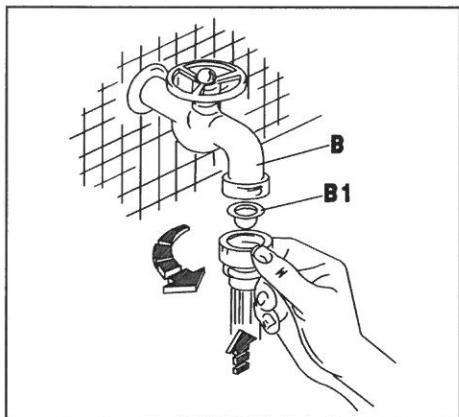
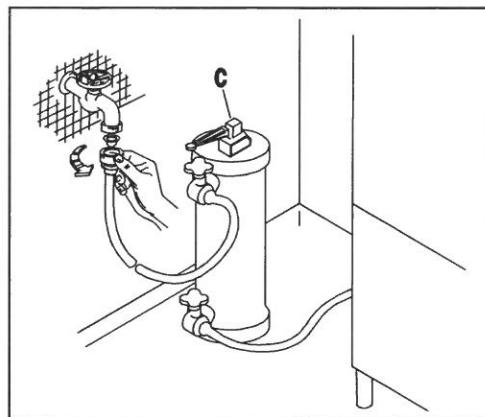
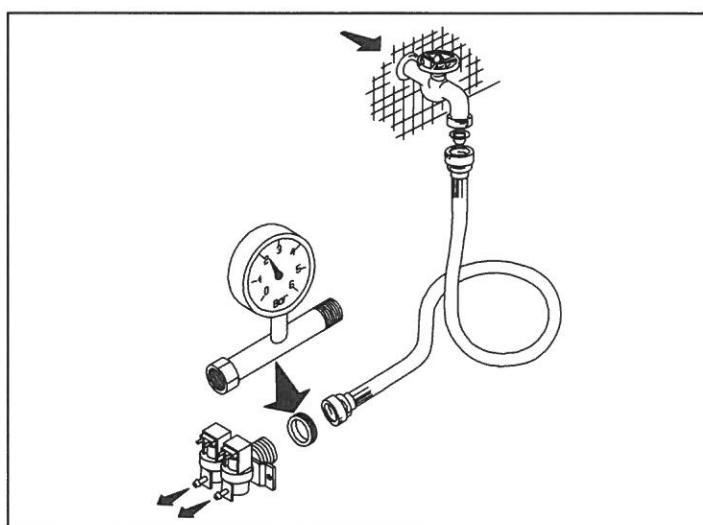
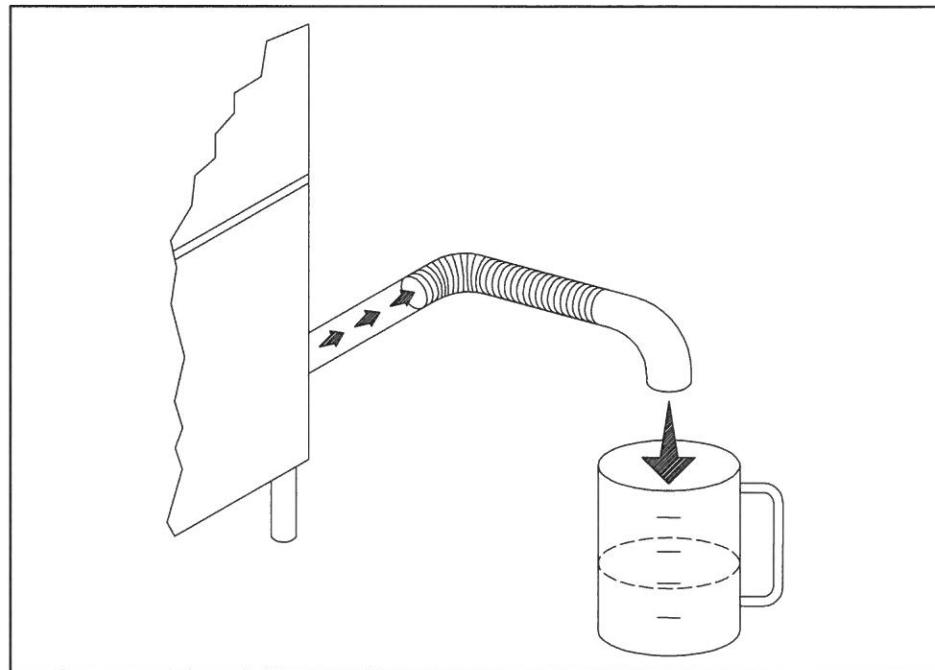

Рис. 2-2
Рис. 2-3
Рис. 2-4
Рис. 2-5
- Конструкция машины предполагает подключение к подаче холодной или горячей воды (макс. 50 - 55°C) под давлением с открытым клапаном, как показано в Таблице 2-1. Если давление превышает максимально допустимое значение, необходимо установить редуктор давления. Если давление меньше минимально допустимого значения, установите подпиточный насос увеличения давления с макс. мощностью 0,5 л.с., выходом 20 л/мин и напором 15-20 метров. Давление необходимо измерять на входе электромагнитного клапана (смотрите Рис. 2-4). Трубы для воды должны иметь внутренний диаметр по меньшей мере 16/18 мм (смотрите Рис. 2-5). Подключите трубу подачи воды машины к запорному крану (B), желательно поближе к машине, и установите специальный фильтр (B1), входящий в комплект поставки (смотрите Рис. 2-2). Мы рекомендуем устанавливать перед электромагнитным клапаном машины (смотрите Рис. 2-3) умягчитель воды (C) (не входит в комплект поставки).
- Das Gerät ist für den Anschluss an Warm-und Kaltwasser (max. 50-55°C) vorgesehen, wobei der Druck bei offenem Ventil dem in Tab. 2-1. Bei höherem Druck als dem empfohlenen einen Druckminderer installieren. Bei niedrigeren Druck als empfohlen eine Druckerhöhungspumpe mit max. 0,5 PS , einer Förderleistung von 20l/min und einer Förderhöhe von 15-20m installieren. Die Druckkontrolle muss am Eingang des Elektroventils erfolgen (siehe Bild 2-4). Die Wasserleitung muss einen Innendurchmesser von mindestens 16/18 mm aufweisen (siehe Bild 2-5). Den Zulaufschlauch des Gerätes an einen möglichst nahegelegenen Wasserhahn (B) anschliessen und den vorgesehenen Filter (B1) anbringen (siehe Bild 2-2). Der Einbau eines Etkalkers (C) wird empfohlen; dieser gehört nicht zur Ausstattung und muss vor dem Elektroventil der Maschine eingebaut werden. (siehe Bild 2-3).
- L'appareil peut être raccordé à l'eau froide ou chaude (50:55°C max) à une pression, soupape ouverte, comme indiqué dans le tableau 2-1. Si la pression dépasse la pression maximum conseillée, il faut installer un réducteur de pression. Si la pression est inférieure à la pression minimum conseillée, il faut installer une pompe pour faire augmenter la pression de 0,5 Hp max., à un débit de 20 litres /min et à une hauteur d'élévation de 15-20 m. Le contrôle de la pression sera effectué à l'entrée de l'électrovanne (voir fig. 2-4). Les conduites d'eau auront un diamètre interne d'au moins 16/18 mm (voir fig. 2-5). Raccorder la conduite d'arrivée de l'eau de l'appareil à un robinet secondaire (B), installé si possible tout près de l'appareil, après avoir intercalé le filtre spécial fourni (B1) (voir fig. 2-2). Nous conseillons d'installer un adoucisseur (C) (non fourni) qui sera monté en amont de l'électrovanne de la machine (voir fig. 2-3).
- Este aparato se puede alimentar con agua caliente o fría (máx. 50 ÷ 55°C); la presión del agua con válvula abierta está indicada en la tabla 2-1. En caso de que la presión fuera superior a la máxima que se aconseja, instale un reductor de presión; si fuera demasiado baja, instale una bomba de aumento de presión de 0,5 Hp (máximo), con un caudal de 20 litros por minuto y una altura de elevación de 15 a 20 m. El control de la presión se debe efectuar en la entrada de la electroválvula (véase fig. 2-4). La tubería del agua debe tener un diámetro interior de 16-18 m. por lo menos (véase fig. 2-5). Conecte el tubo de alimentación del agua del aparato a un grifo de paso (B), que irá montado preferentemente muy cerca del aparato, tras interponer el filtro (B1) del equipamiento base (véase fig. 2-2). Es aconsejable instalar un descalcificador (C) (que no forma parte del equipamiento base). El descalcificador irá montado antes de la electroválvula de la máquina (véase fig. 2-3).